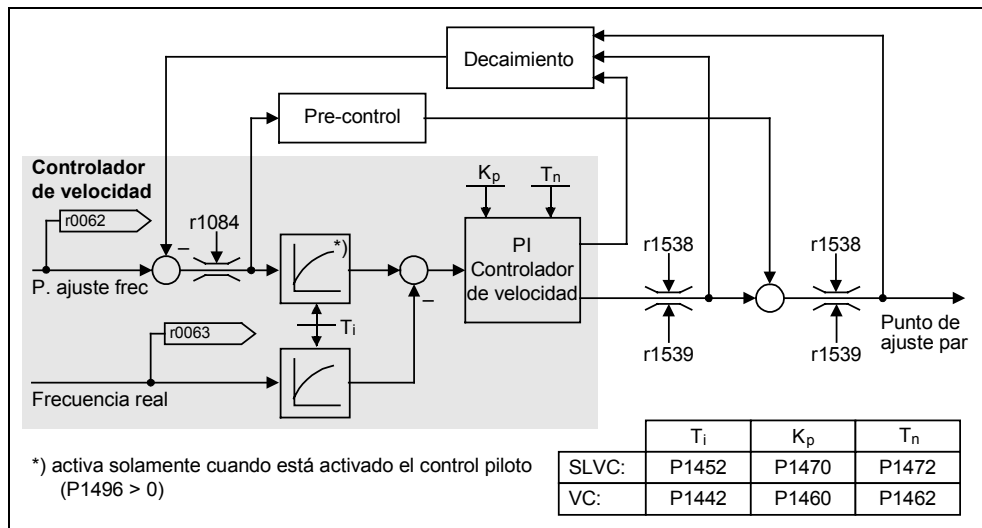

Figura 3-79 Regulador de velocidad
El regulador de velocidad (véase Figura 3-79) recibe su consigna r0062 del canal de consignas (véase sección 3.12). El valor real r0063 lo recibe directamente del sensor de velocidad (VC) o indirectamente vía modelo de motor (SLVC). La desviación de regulación aumenta a través del regulador PI y forma, junto al precontrol, la consigna de par.